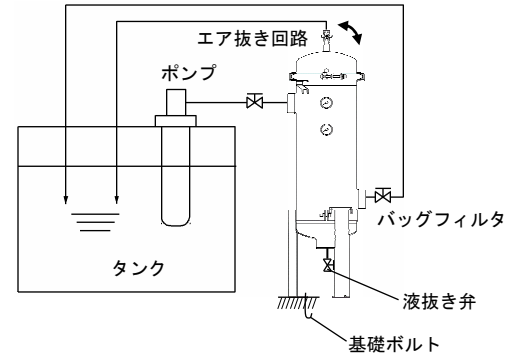

図 1-1. 循環ろ過回路例
- ①フィルタに圧力および流量の変動負荷の少ない回路で使用してください。（図 1-1 参照）